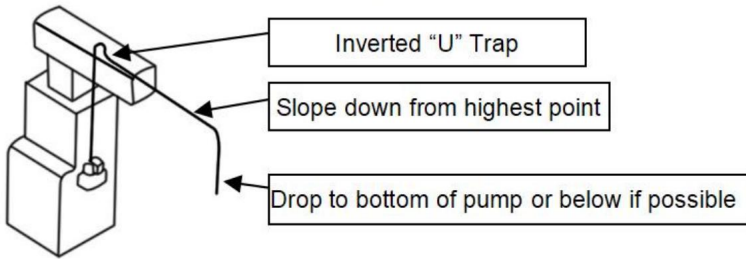

Figure 4
1. Leid een flexibele slang of pijp vanaf de afvoer van de verdamer naar een van de drie pompinlaten. Zorg ervoor dat de inlaatleiding schuin naar beneden loopt om zwaartekrachtstroming mogelijk te maken (Afbeelding 4). Verleng de inlaatleiding 2,5 tot 7,5 cm in de tank om ervoor te zorgen dat deze de juiste werking van de vlotter niet belemmert. Zorg ervoor dat de inlaatleiding schuin is afgesneden, waar het de tank binnenkomt.